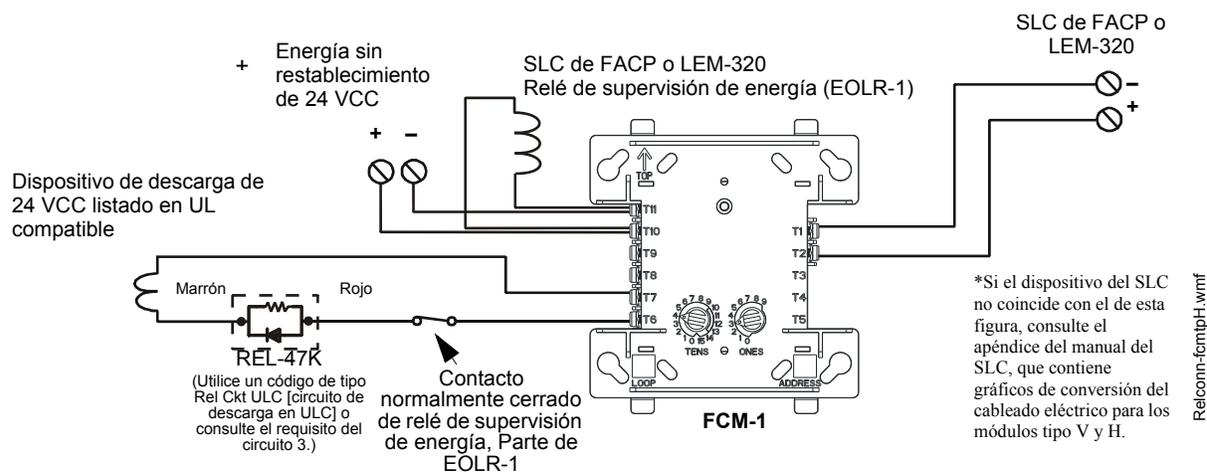

Figura 4.11 Conexión típica de un dispositivo de descarga de 24 VCC al módulo FCM-1
- a) Utilice un dispositivo de supervisión alineado (P/N REL-47 K) con el módulo FCM-1. Conecte el dispositivo de supervisión alineado como se muestra en la figura 4.11.